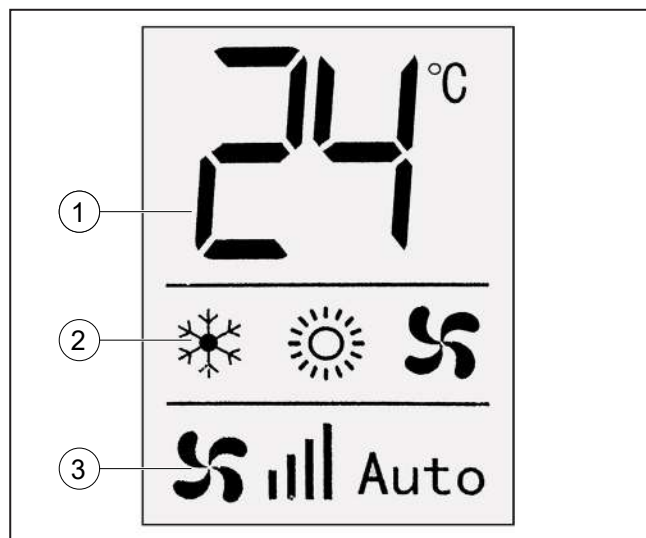

Fig. 5
Als de airconditioner door het elektriciteitsnet van stroom wordt voorzien, maar uitgeschakeld is, toont het display alleen de omgevingstemperatuur in het eerste veld ("Fig. 5" ref. 1).
Als de airconditioner aan staat wordt in het middelste veld ("Fig. 5" ref. 2) de symbolen weergegeven die de werkingstand aangeven:
In het derde veld ("Fig. 5" ref. 3) wordt de werkingstand van de ventilator getoond.
De twee cijfers van het eerste veld ("Fig. 5" ref. C) geven normaal de omgevingstemperatuur aan die door de airconditioner in het interieur van de camper is waargenomen.